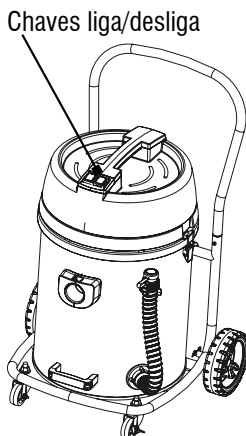

Fig. 17 – Ligar/desligar o aspirador de pó
2. O Aspirador APV 2475 possui dois motores com duas chaves liga/desliga separadas, desta forma o operador pode utilizar apenas um motor ou, para aplicações onde se faz necessária uma maior força de sucção, pode utilizar os dois motores, conforme mostra a Fig. 17.